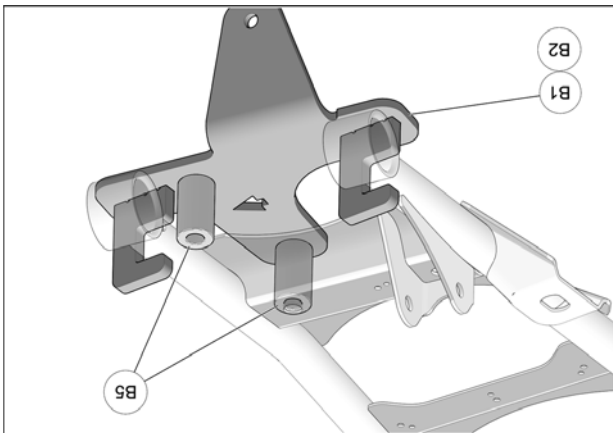

Fig. 4
4. Installer les espacateurs (B5) entre la plaque d'ancrage (B1-B2) et le bras de suspension. Aligner les espacateurs et les trous de l'ancrage. Voir la Fig. 4